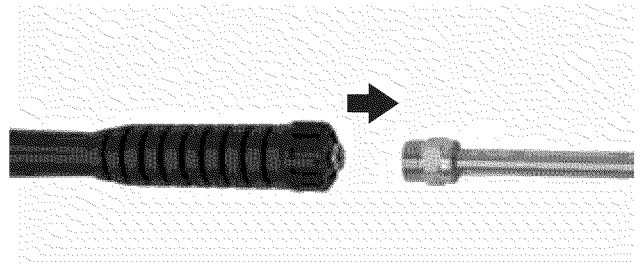

Figura 71 – Extracción de extensión de boquilla
6. Retire la extensión de la boquilla de la pistola atomizadora (Ver Figura 71).